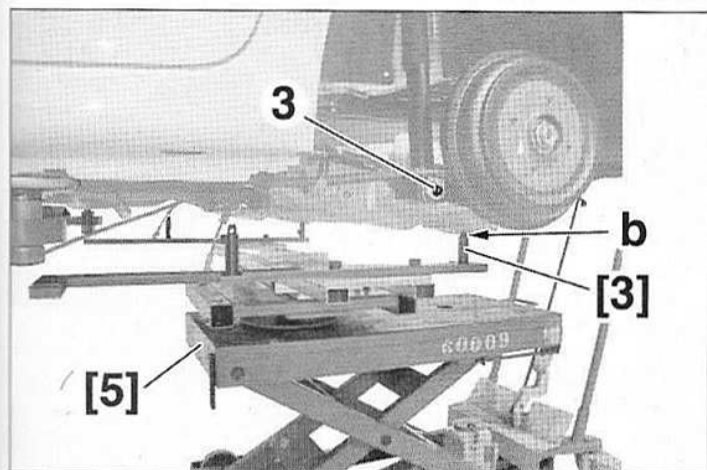

FIG.47
• Placer cet assemblage sur l'outil [5] sous l'essieu et engager les outils [3] sous chaque bras en (b) (Fig.47).